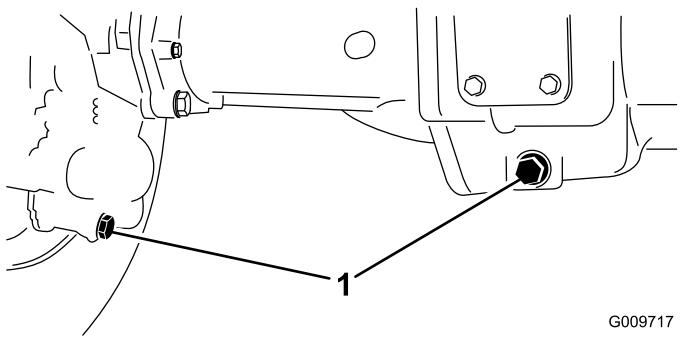

Figura 57
2. Limpe a zona em redor dos 3 tampões de escoamento, 1 em cada extremidade e 1 no centro (Figura 57).